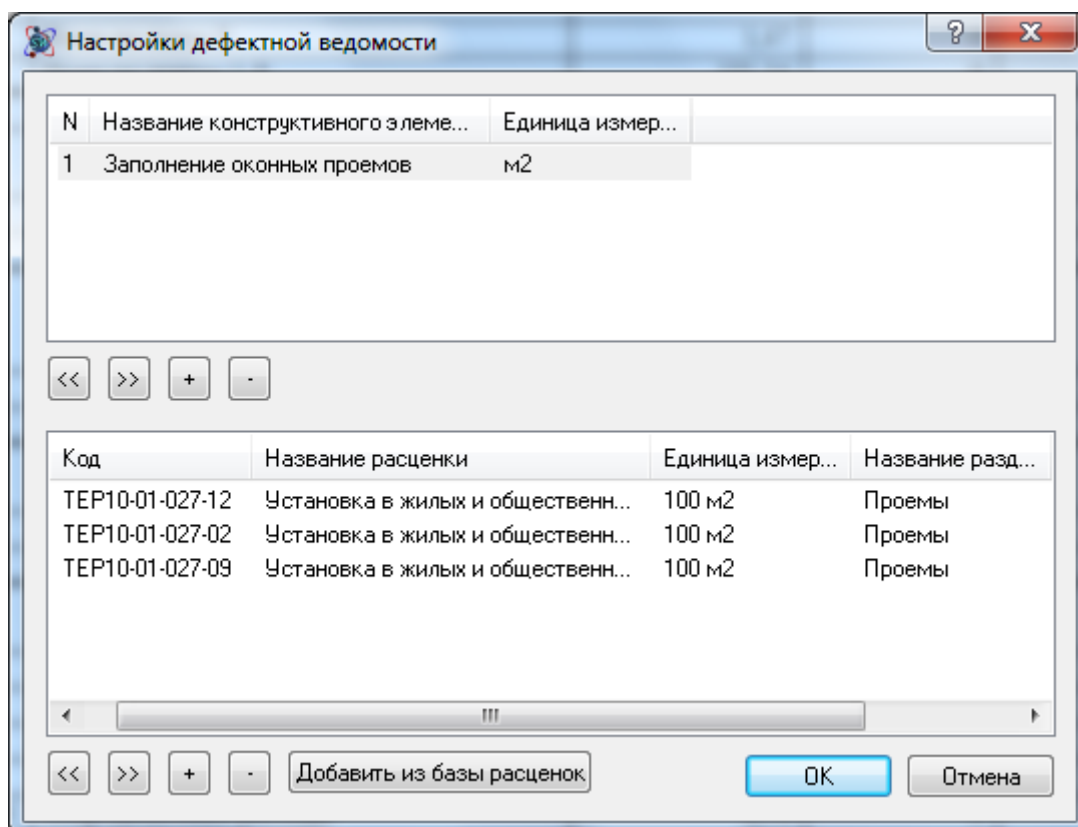

Рис. 4.86 Диалоговое окно Настройки дефектной ведомости
1. На вкладке **Справочники** выполнить команду **Комплексы работ дефектной ведомости**. Откроется диалоговое окно *Настройки дефектной ведомости* (рис. 4.86).